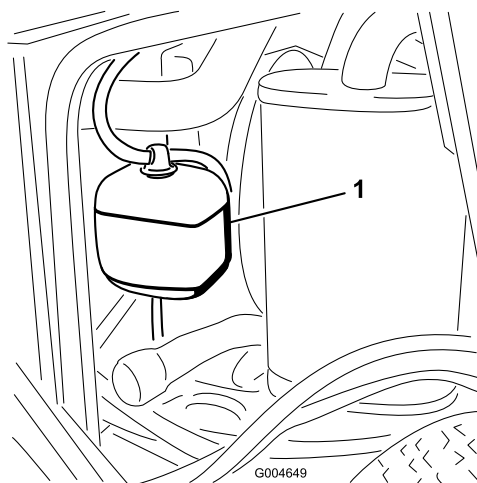

図 53
1. 液量の点検は補助タンクで行う(図 53)。タンク側面についている2本のマークの間にあれば適正である。